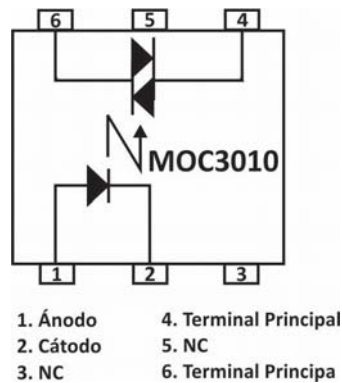

Figura 3 CI Optoacoplador con Fototriac
2. **Fototriac:** Se compone de un optoacoplador con una etapa de salida formada por un triac como el que se muestra en la Figura 3.